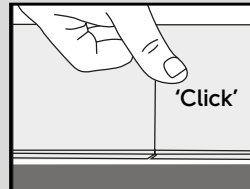

Abb. 5a
5. Wenn die lange Seite korrekt ausgerichtet ist und fest sitzt, mit dem Daumen oder einer kleinen Rolle über das Endstück fahren und die kurze Seite einrasten lassen, bis ein Klickgeräusch zu hören ist (Abb. 5a und 5b).